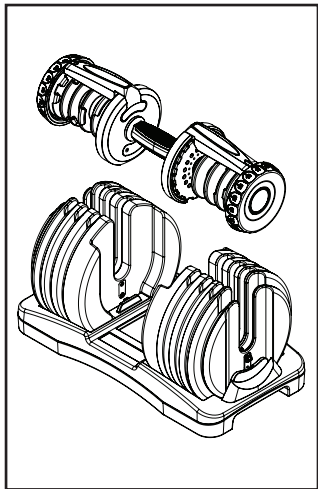

Abbildung 2
- Sie sollten den Griff aus der Basis ziehen können, während alle Gewichtsscheiben in der Basis verbleiben (Abbildung 2).